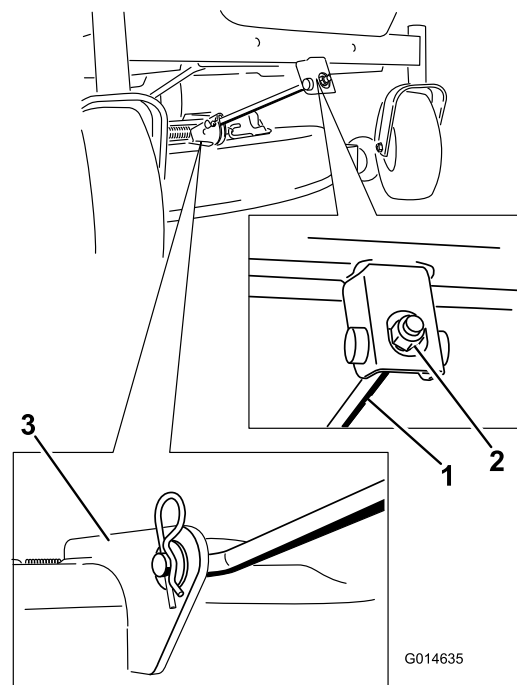

Figura 58
4. Rimuovete il perno con testa dall'asta di supporto frontale e rimuovete l'asta dalla staffa del piatto di taglio (Figura 58). Abbassate con cautela la parte anteriore del piatto di taglio fino al suolo.
6. Montate l'asta di sostegno anteriore sul piatto di taglio con il perno con testa e la coppiglia a forcina (Figura 58).